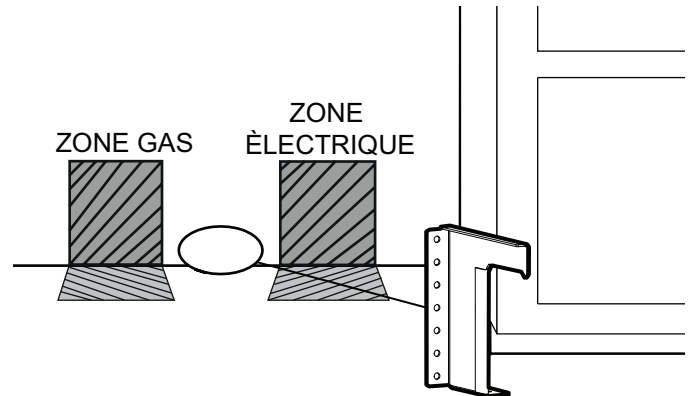
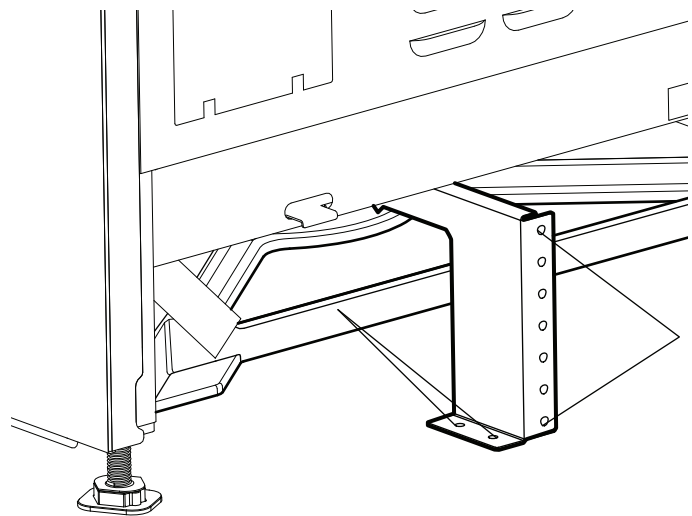

Figure 14 : Emplacement du support anti-bascule
Figure 15 : Support anti-bascule
- Dans tous les cas, vous devez utiliser au moins deux vis de montage pour fixer le support anti-bascule au plancher, ou deux vis de montage (ou ancrages pour cloison sèche) pour le fixer au mur situé derrière l'appareil (voir *Figure 14* et *Figure 15*).
1. Placez le support sur le plancher près du centre de l'endroit où l'appareil sera installé (*Figure 14*).